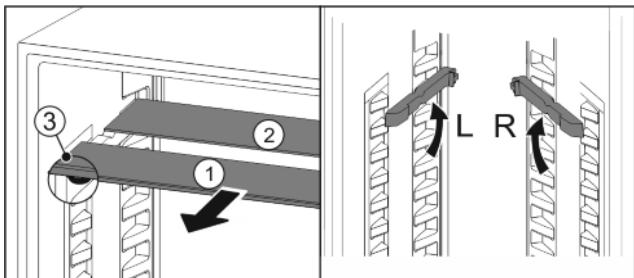

Fig. 20
- ▶ Посуньте Fig. 20 (1) скляну панель вперед.
- ▶ Скляна панель Fig. 20 (1) зі стопорами лежить спереду.
- ▶ Стопори показують вниз Fig. 20 (3).